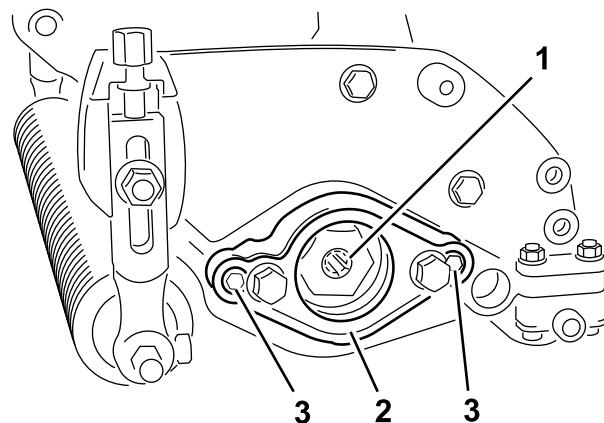

図4
4. モータマウント取り付け部を取り外す図4。
5. 駆動スライド内側面にグリスを塗る図4。